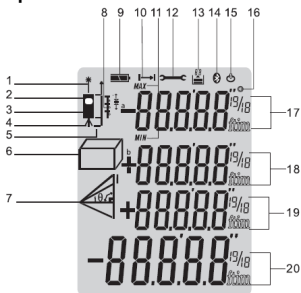
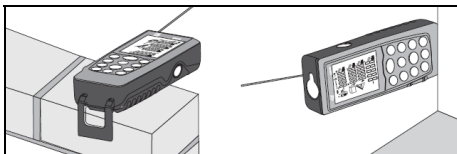
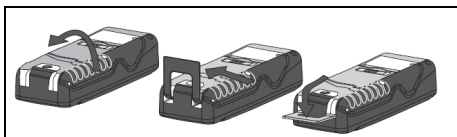

Fig. 2: Descripción de los símbolos en pantalla
Fig. 3: Medida de distancia sobre lados y ángulos
Fig. 4: Apertura del atril para medida sobre ángulos
- **Trípode** → (vea la Fig. 2 – Pos. 4) Mantenga pulsada la tecla  durante 2s. La medida se realiza desde el hueco de inserción del trípode
- **Nivel del instrumento + atril** → el instrumento está dotado con un atril abatible para apoyar cómodamente la unidad sobre superficies planas (vea la Fig. 3). Con el atril en posición de 90°, desplácelo delicadamente hacia la derecha y ábralo completamente (vea la Fig. 4). En esta posición, apoyando el instrumento sobre un ángulo o un escalón éste se configura automáticamente con el nivel mostrado en la Fig. 2 – Pos. 5). Desplace otra vez delicadamente sobre la derecha y rote el atril para cerrarlo